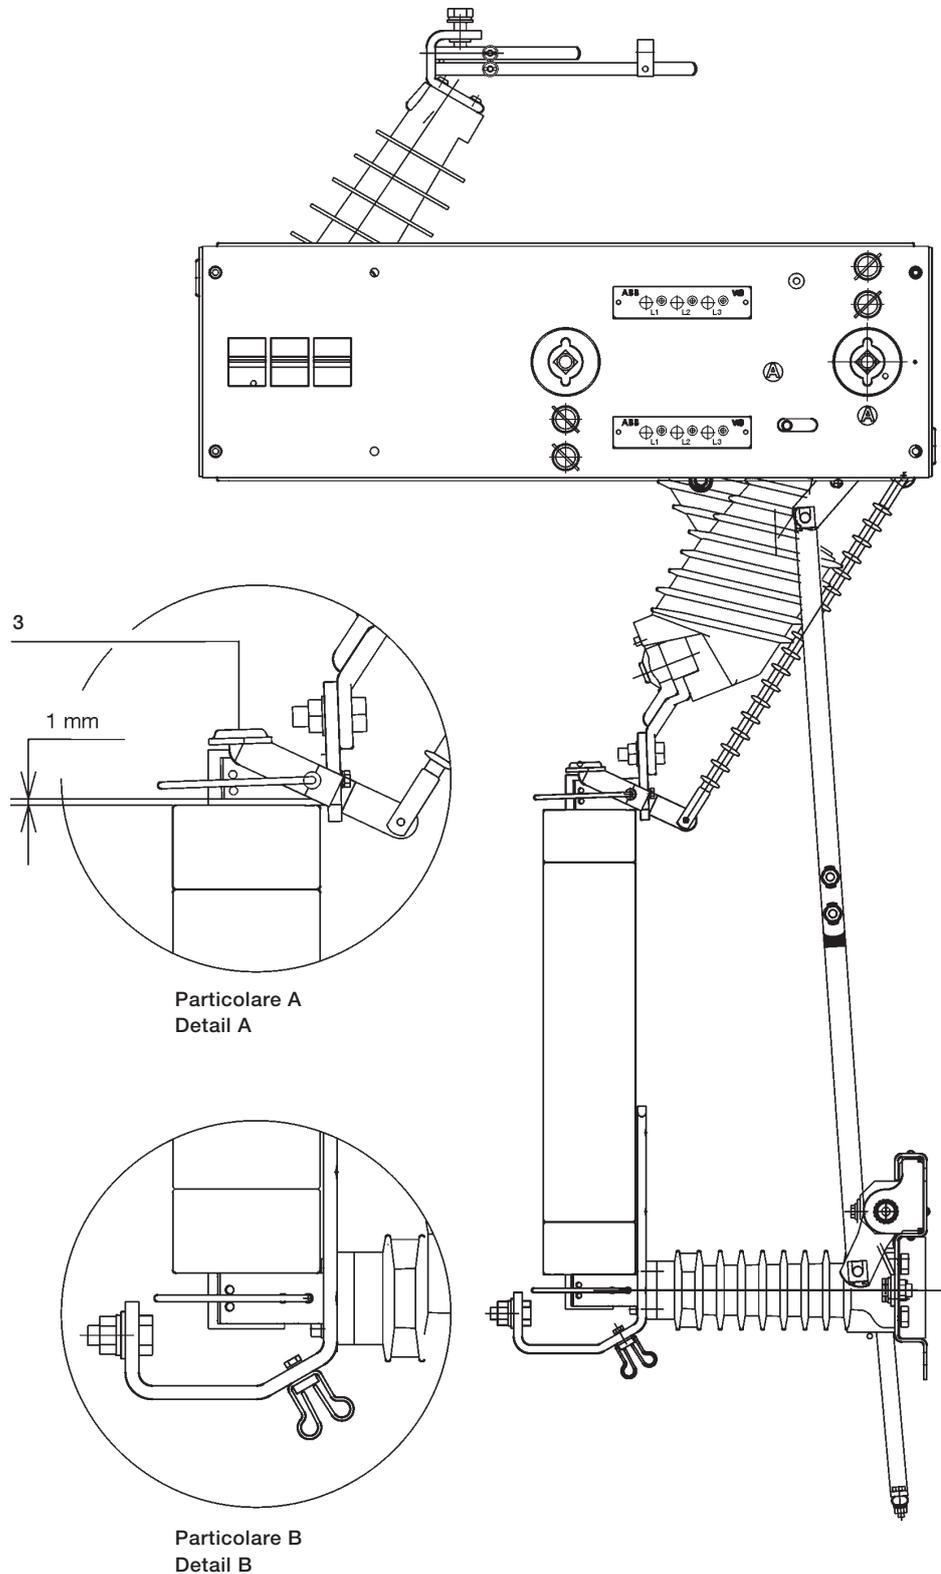

Fig. 22
Il portafusibile è predisposto per installare fusibili con dimensioni e percussore di tipo medio a norme DIN 43625 (1983) e con caratteristiche elettriche a norme IEC 282-1 (1974). Al momento della fusione anche di un solo fusibile si ha l'apertura automatica dell'interruttore di manovra-sezionatore tramite un'asta isolante che va ad agire sull'albero di sgancio, e contemporaneamente si ha l'inserimento di un blocco meccanico, che a fusibile intervenuto, impedisce la chiusura dell'interruttore di manovra-sezionatore (fig. 22).
Il blocco meccanico che impedisce la chiusura dell'apparecchio a fusibile intervenuto permane fino a quando la levetta di sgancio (3) assume la posizione indicata nel particolare "A" fig. 22.
- Sganciare i collarini di tenuta superiori e inferiori (particolare A e B fig. 22)
The fuse-holder is preset to install fuses with dimensions according to DIN 43625 (1983) Standards with medium type striker according to IEC 282-1 Standards. With electrical characteristics in compliance with IEC 282-1 (1974) Standards. The moment even a single fuse blows, the switch-disconnector automatically opens by means of an insulating rod which acts on the release shaft. At the same time there is insertion of a mechanical lock which, with a fuse blown, prevents switch-disconnector closing (fig. 22).
The mechanical lock which prevents apparatus closing with a fuse blown remains until the release lever (3) takes up the position shown in detail "A" in fig. 22.
- Release the upper and lower seal collars (detail A and B in fig. 22)